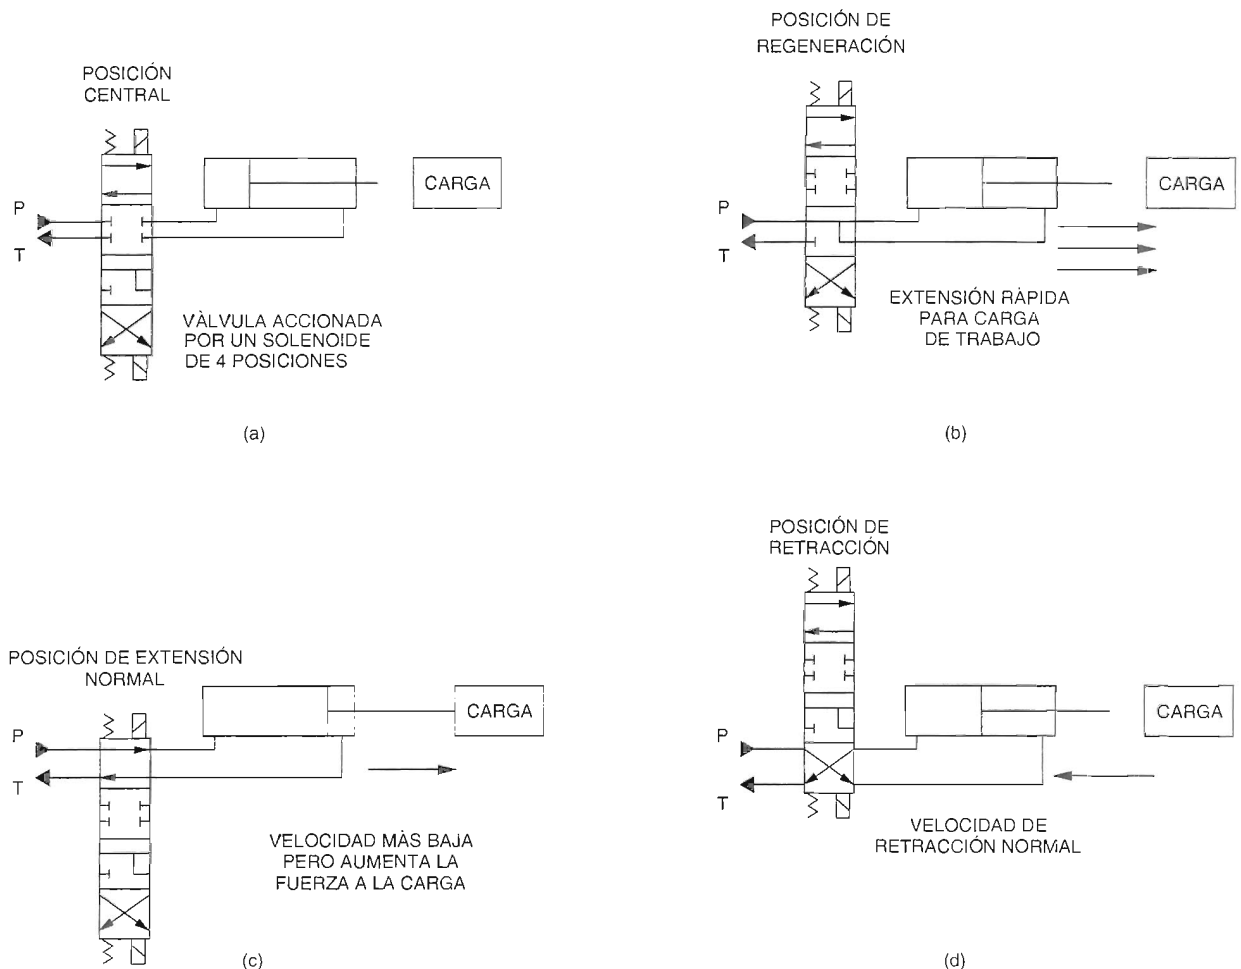

Figura 3-18. Circuito de regeneración simple utilizando una válvula direccional de cuatro posiciones.
direccionales de 4 posiciones son utilizadas para controlar estas dos etapas del ciclo de extensión. La Figura 3-18 muestra un ejemplo:
- En la Figura 3-18 (a), la válvula direccional está en la posición central y el aceite no fluye al cilindro.
- En la Figura 3-18 (b), la válvula es desplazada a la posición de regeneración. El vástago del cilindro se extiende rápidamente hacia la carga de trabajo.
- Una vez que el vástago alcanza la carga, la válvula cambia a su posición de extensión normal para aumentar la fuerza hacia la carga, como lo muestra la Figura 3-18 (c).
- Cuando el vástago es extendido completamente, la válvula cambia a la posición de retracción, como lo muestra la Figura 3-18 (d). El vástago del cilindro se retrae a la velocidad normal.